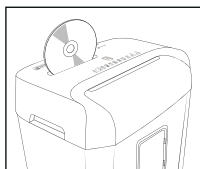

Fig. 5
Stil omskifteren **REV/OFF/AUTO/FWD** ❸ på position **AUTO** for at makulere. Indfør CD'en oppefra i midten af skæreåbningen til CD/kreditkort ❷ (se fig. 5). Du kan altid kun makulere én CD ad gangen.